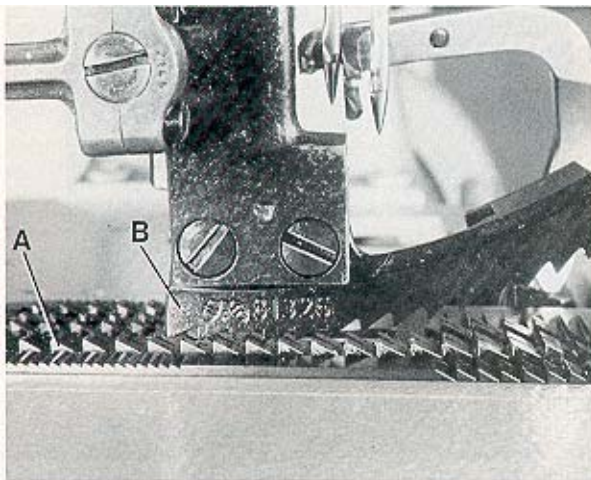

Fig.19
At highest point of feed travel the rear teeth of the feed dog (A, Fig. 19) should just project their full depth above the top surface of throat plate.
Simultaneously the upper feed dog (B, Fig. 19) should be positioned so that the tips of its teeth engage with the tooth spaces of the lower feed dog (A), without contacting it. When the lower feed dog (A) is in its highest and the upper feed dog (B) in its lowest point of travel, there must be a small gap between both feed dogs.
Im höchsten Punkt der Transportbewegung sollen die hinteren Zähne des Transporteurs (A, Fig. 19) gerade eine Zahnhöhe über die Stichplattenoberfläche ragen.
Gleichzeitig muß der Obertransporteur (B, Fig. 19) so positioniert sein, daß die Spitzen seiner Zähne in die Zahnlücken des unteren Transporteurs (A) eingreifen, ohne diesen zu berühren. Wenn der untere Transporteur (A) in der höchsten und der Obertransporteur (B) in der untersten Stellung seiner Bewegung ist, muß zwischen beiden Transporteuren ein Luftspalt sein. Die Transportwege des oberen und unteren Transporteurs müssen gleich (synchron) sein.